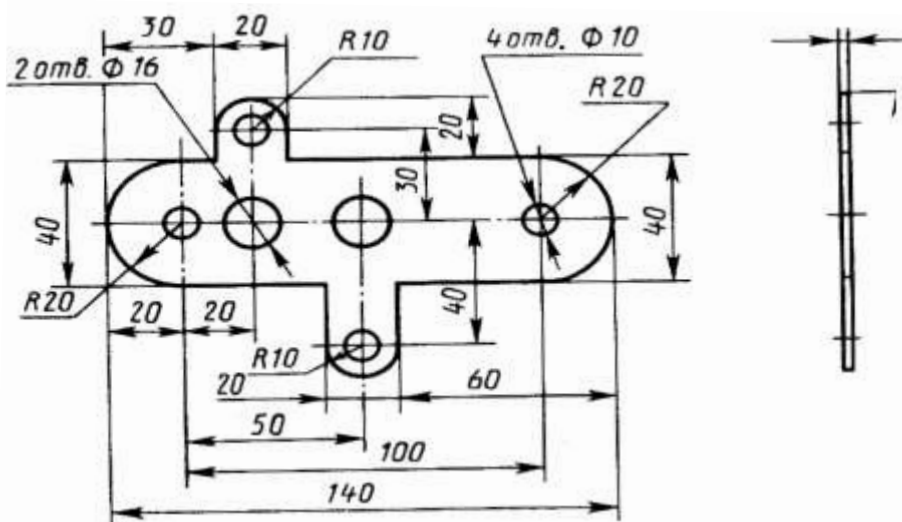

Рис. 30
2. Разработайте процесс изготовления поковки детали (рис. 30) методом горячей объемной штамповки на горизонтально-ковочной машине. При выполнении работы следует: описать сущность процесса горячей объемной штамповки и указать области ее применения; привести схему оборудования и описать его работу; установить температурный интервал штамповки и способ